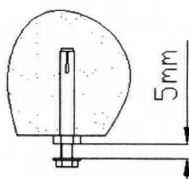

figura 1
4. Use uma furadeira para perfurar quatro orifícios de 10 × 80. Insira o parafuso de expansão em uma porca M10 (conecte o cabo de alimentação e o suporte para facilitar a conexão entre a unidade principal e o teto). Fixe no teto e aperte o parafuso com uma chave inglesa. Em seguida, afrouxe uma extremidade do parafuso de modo que a distância entre a anilha e a porca superior seja de cerca de 5 mm, como mostrado na figura 1.